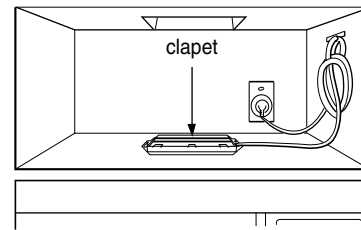

Figure 33
- Évacuation par le toit : Poser le conduit d'évacuation dans l'ouverture à cet effet dans l'armoire supérieure. Terminer la pose du système d'évacuation à travers le toit en suivant la méthode nécessaire. Voir la figure 33. Voir PRÉPARER L'ÉVACUATION, ÉTAPE 2, en utilisant un pistolet à calfeutrer pour étanchéfier l'ouverture du toit autour du capuchon d'évacuation. Voir la figure 6.